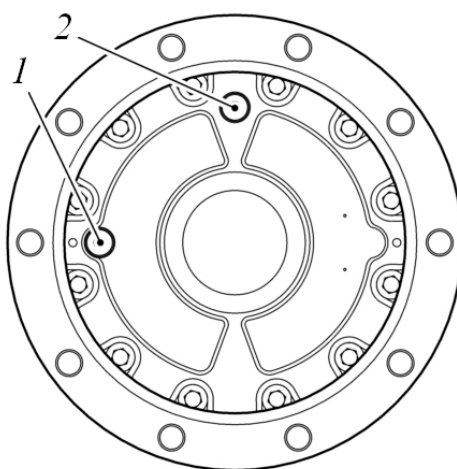

Рисунок 5.79. Процедура проверки уровня масла в бортовом редукторе
- ▶ Двигая машину назад и вперед, установить редуктор в позицию, когда одно отверстие находится горизонтально, а другое вертикально (или практически вертикально), см. рис. 5.79.
- ▶ Очистить поверхность редуктора в местах расположения пробок для контроля и заливки масла от загрязнений (для исключения попадания грязи во внутреннюю полость редуктора), рис. 5.79.